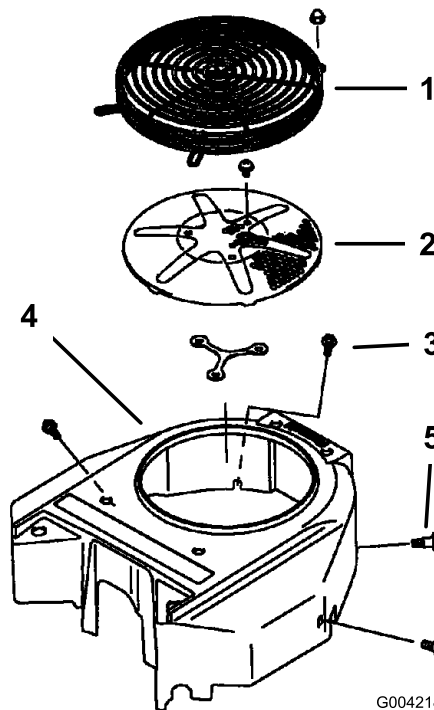

Figura 79
Antes de cada uso, elimine cualquier acumulación de hierba, suciedad u otros residuos de la rejilla del motor. Esto ayudará a asegurar una refrigeración adecuada y una velocidad de motor correcta, y reducirá la posibilidad de sobrecalentamiento y daños mecánicos al motor (Figura 79).
3. Retire la rejilla de entrada de aire, el arrancador de retroceso y la carcasa del ventilador (Figura 79).
5. Instale la rejilla de entrada de aire, el arrancador de retroceso y la carcasa del ventilador (Figura 79).